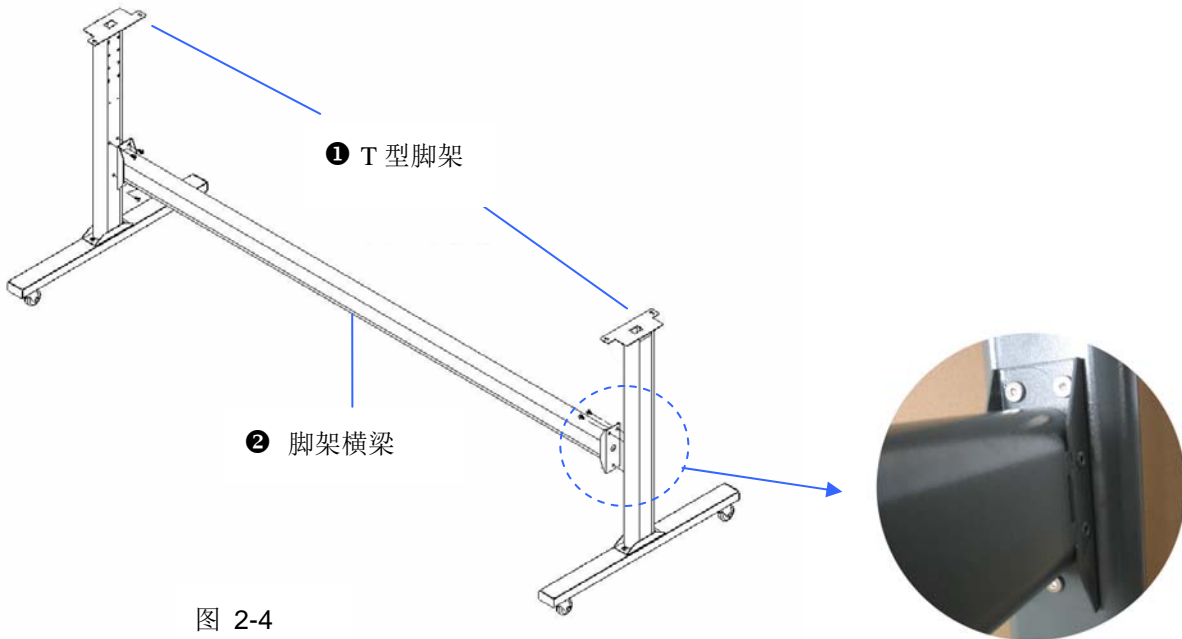

图 2-4
请将脚架横梁放在 T 型脚架上，并按照步骤把 ② 和 ① 进行组装（图 2-4&2-5）。
把脚架横梁竖直放于 ① 相应位置并且放进螺丝，如图 2-5 拧紧它们。最后把它们组合成如图 2-4。